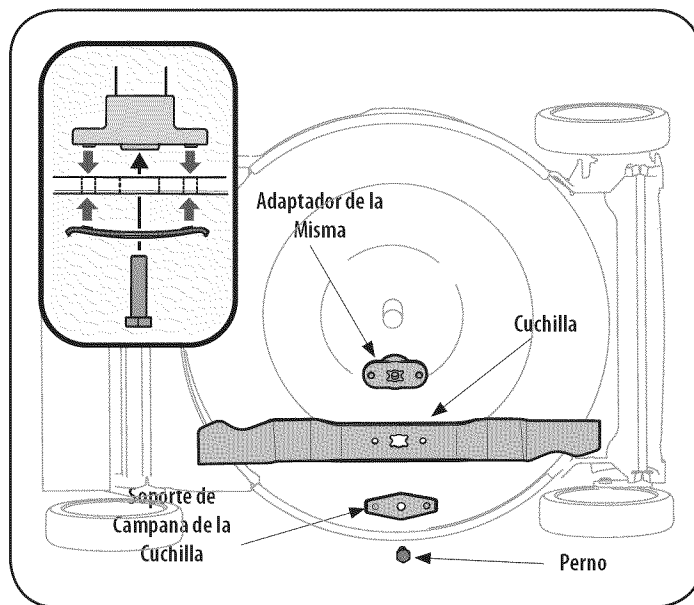

Figura 17
2. Saque el perno y el soporte de campana de la cuchilla que sostienen la cuchilla y el adaptador de la misma al cigüeñal del motor. Vea la Figura 17.
5. Lubrique el cigüeñal del motor y la superficie interna del adaptador de la cuchilla con aceite ligero. Deslice el adaptador de la cuchilla sobre el cigüeñal del motor. Instale la cuchilla en el adaptador con el lado marcado "Hierba Side" (o con el número de parte) hacia el piso cuando la cortadora de césped está en posición de funcionamiento. Asegúrese que la cuchilla quede alineada y asentada en las bridas del adaptador. Vea la Figura 17 inserto.